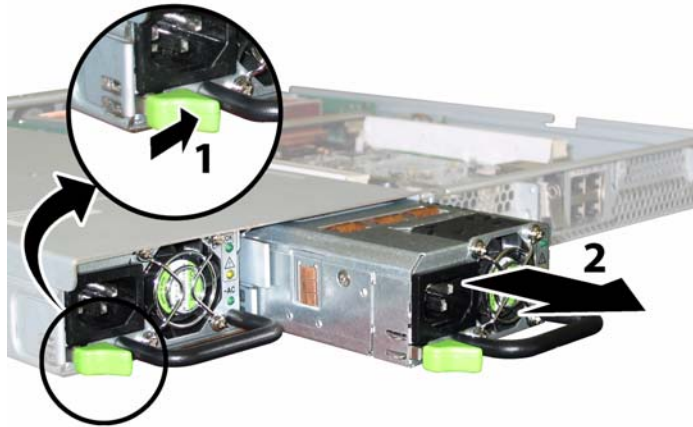

ABBILDUNG 3-57 Ausbauen eines Netzteils
- a. Fassen Sie das Netzteil am Griff an, und drücken Sie den kleinen Hebel zur Mitte des Netzteils. Siehe ABBILDUNG 3-57.